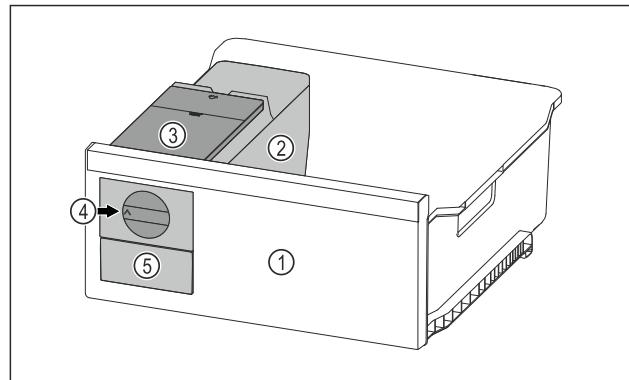

Fig. 120 Beispielhafte Darstellung
- Drehknopf Fig. 120 (4) im Uhrzeigersinn bis zum Anschlag drehen.
- Eiswürfel fallen aus der Eiswürfelschale in das Eiswürfelschubfach Fig. 120 (5).